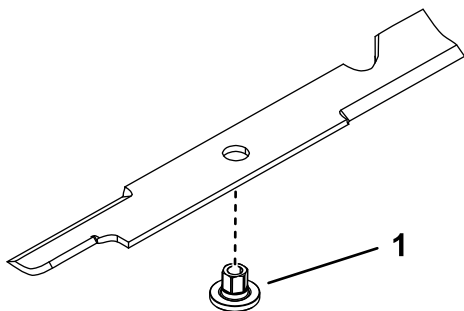

Figura 78
1. Montate la boccola attraverso la lama con la flangia della boccola sul lato inferiore (erba) della lama (Figura 78).